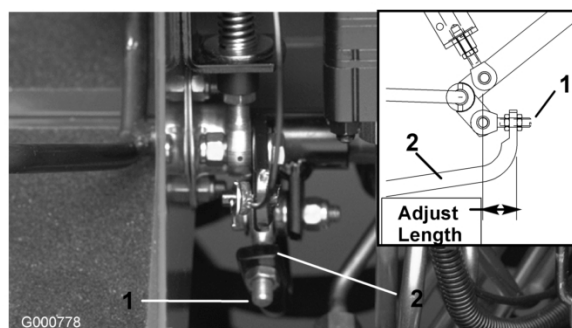

Figure 59
- Réglez les écrous de blocage à l'extrémité de la tige de la pompe pour avancer le tube de commande et éliminer le déplacement en marche avant ou le reculer et éliminer le déplacement en marche arrière (Figure 59).